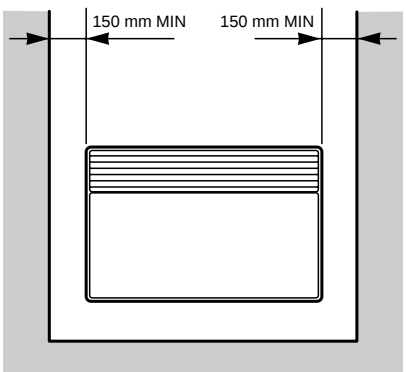

Abb. 2
- Die Geräte müssen unter Einhaltung der in Abb. 2, 3 und 4 angegebenen Maße installiert werden.